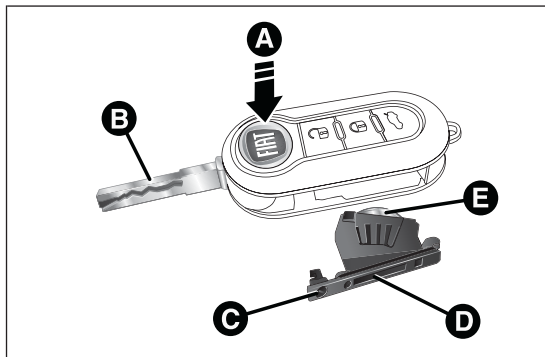

fig. 12
- ☐ pulsar el botón A fig. 12 y llevar la pieza metálica B en posición de apertura;